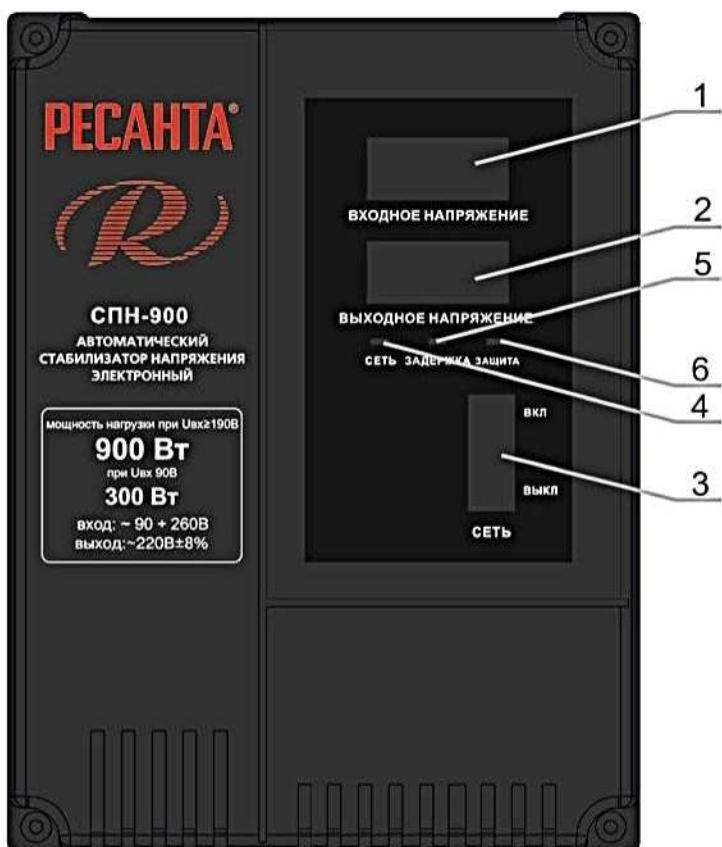

РИС. 2
- Убедиться в том, что выключатель (рис. 2, поз. 3 ) находится в положении «выкл»;
- Перевести выключатель (рис. 2, поз. 3 ) в положение «вкл» на 10 секунд;
- Дисплей (рис. 2, поз. 2 ) должен показывать 220 В при работе стабилизатора в штатном режиме;
- Перевести выключатель (рис. 2, поз. 3 ) в положение «выкл».
- Установить выключатель (рис. 2, поз. 3 ) в положение «вкл». Обратите внимание, что напряжение на нагрузку будет подано с задержкой 3-6 сек. (время, необходимое стабилизатору для подстройки выходного напряжения).
1. Не горит индикатор «сеть»	1. Стабилизатор не подключен к сети. 2. Проверить, включен ли выключатель (рис. 2, поз. 3).